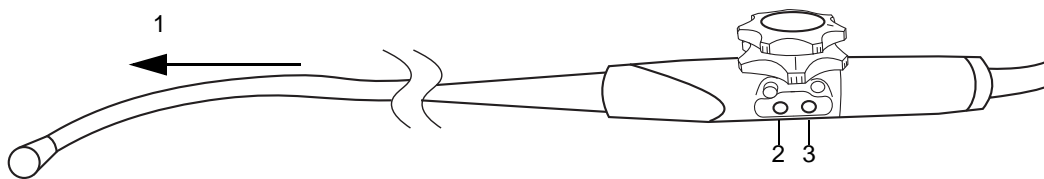

図 2-7 スキャン面回転制御ボタン
スキャン面の回転はプローブハンドル内に内蔵されているモーターによって駆動され、ハンドル上のアングルブレーキの下に装備されている白色のボタンで制御します(図 2-7を参照)。
- 3 ハンドルに装備されているスキャン面回転ボタンを押して、スキャン面を0°から180°まで回転させ、次に180°から0°まで逆方向に回転させます。2-11ページの図2-7を参照してください。